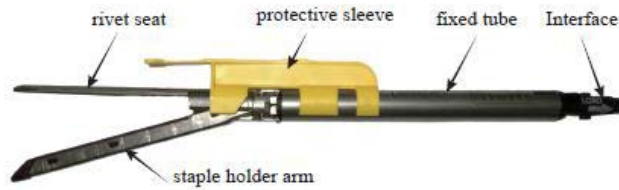

Fig. 1
2. Cargue la porta grapas de acuerdo con la Fig. 1. La posición es correcta cuando se escucha un "clic".